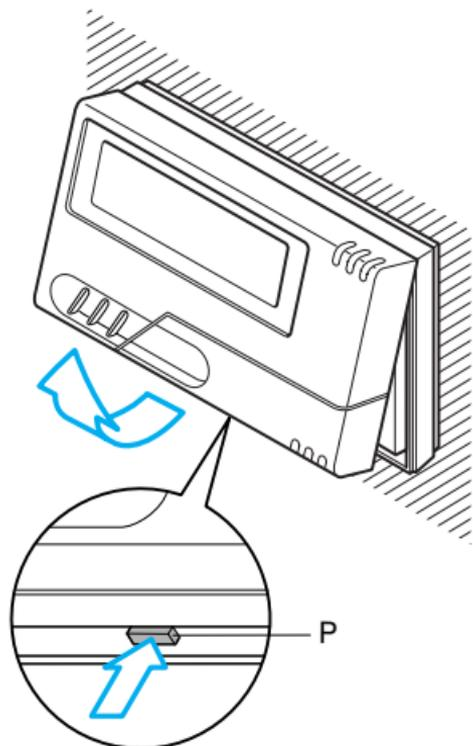

Fig. 66
**18.1** - Aprire l'apparecchio premendo il pulsante P come indicato in fig. 66.